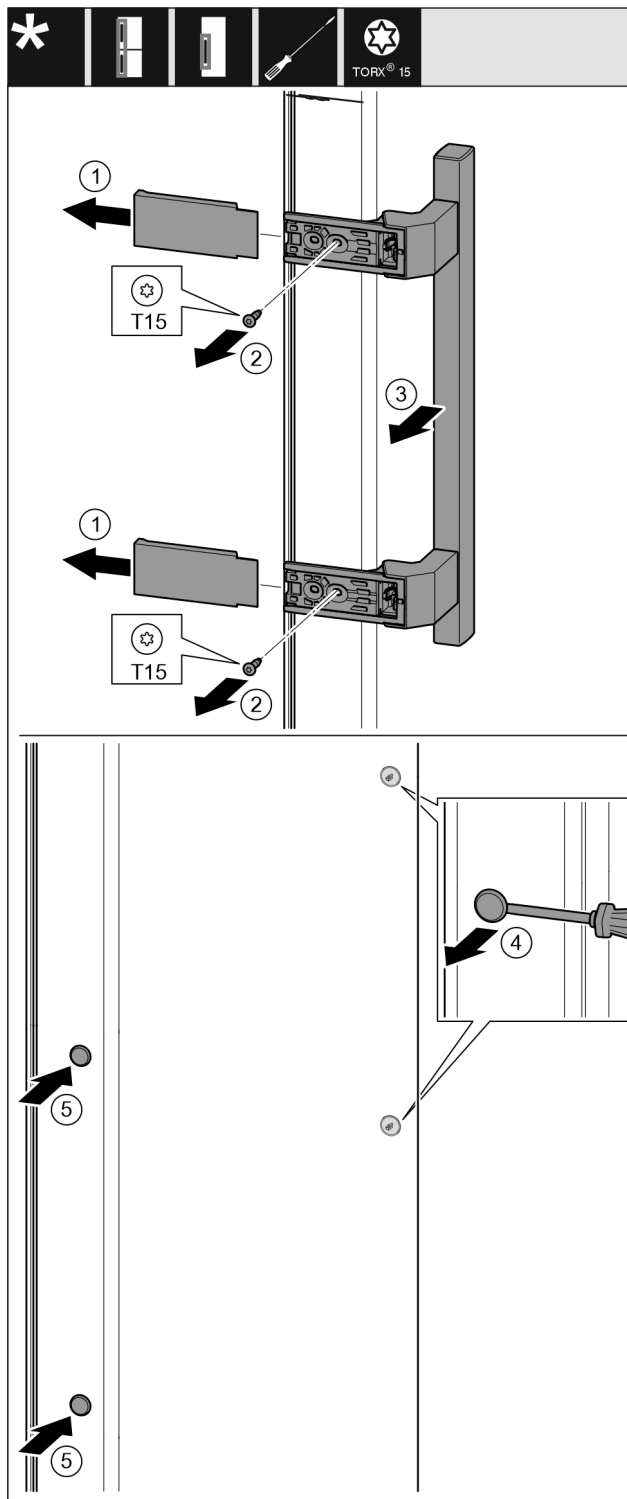

Fig. 13
- ▶ Snemite pokrov. Fig. 13 (1)
- ▶ Izvijte vijake z izvijačem T15. Fig. 13 (2)
- ▶ Snemite ročaj. Fig. 13 (3)
- ▶ S ploščatim izvijačem previdno dvignite stranski čep in ga izvlecite. Fig. 13 (4)
- ▶ Čep ponovno vstavite na drugi strani. Fig. 13 (5)